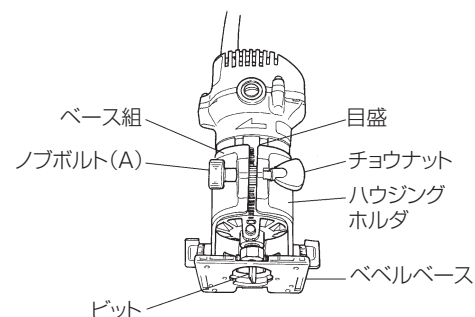

図 8
(1) ベース組のチョウナットをゆるめます。
(2) ノブボルト (A) を回し、ベース組を上下に移動させ、ベベルベース先端とビットの先端を合わせます。(図 8)